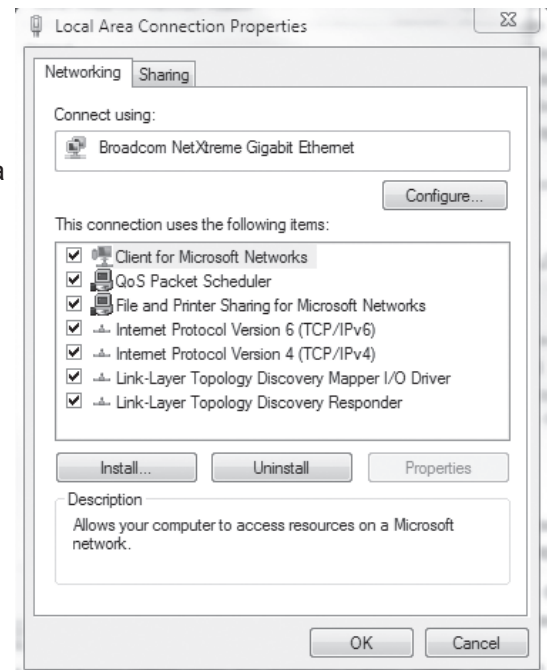

Fig. 2-28, Pantalla Propiedades de conexión de área local, Windows 7
6. Verá un cuadro de diálogo parecido al de la Fig. 2-28; haga clic en Protocolo de Internet (TCP/IPv4) y luego haga clic en el botón Propiedades.